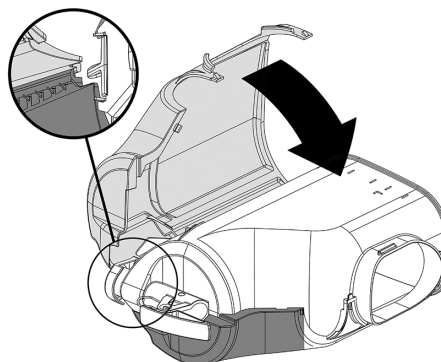
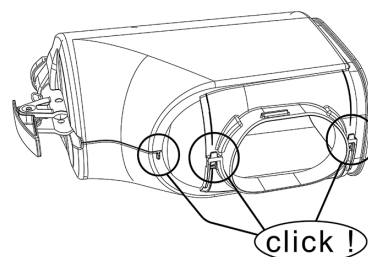

figura 4
figura 5
- 2 Coloque la parte izquierda del recuperador, haciendo coincidir el encaje evidenciado. Cierre a presión las dos partes. (ver figura 4)(ver figura 5).